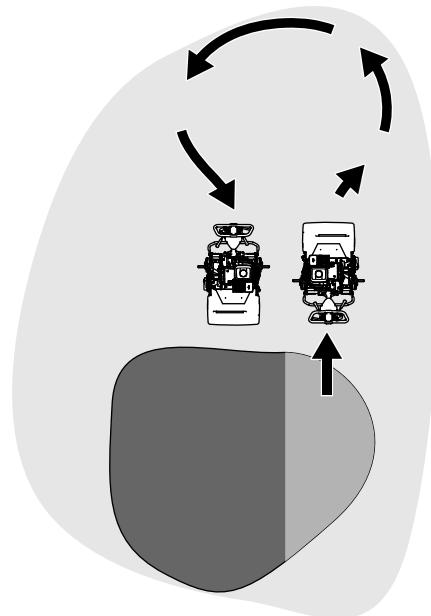

Рисунок 23
- Поворачивать машину следует за пределами грина, поднимая режущий барабан (нажимая на рукоятку вниз) и поворачивая машину по каплевидной траектории на тяговом барабане (Рисунок 23).
1. Найдите рычаг включения тяги на коробке передач трансмиссии (Рисунок 23).